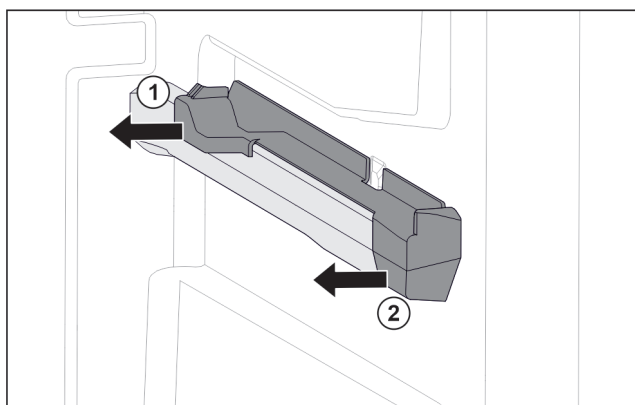

Fig. 85 Elemento inseribile sulla nervatura destra del contenitore
- Estrarre l'elemento inseribile dal lato posteriore di lato. Fig. 85 (1)
- Estrarre l'elemento inseribile dal lato anteriore di lato. Fig. 85 (2)